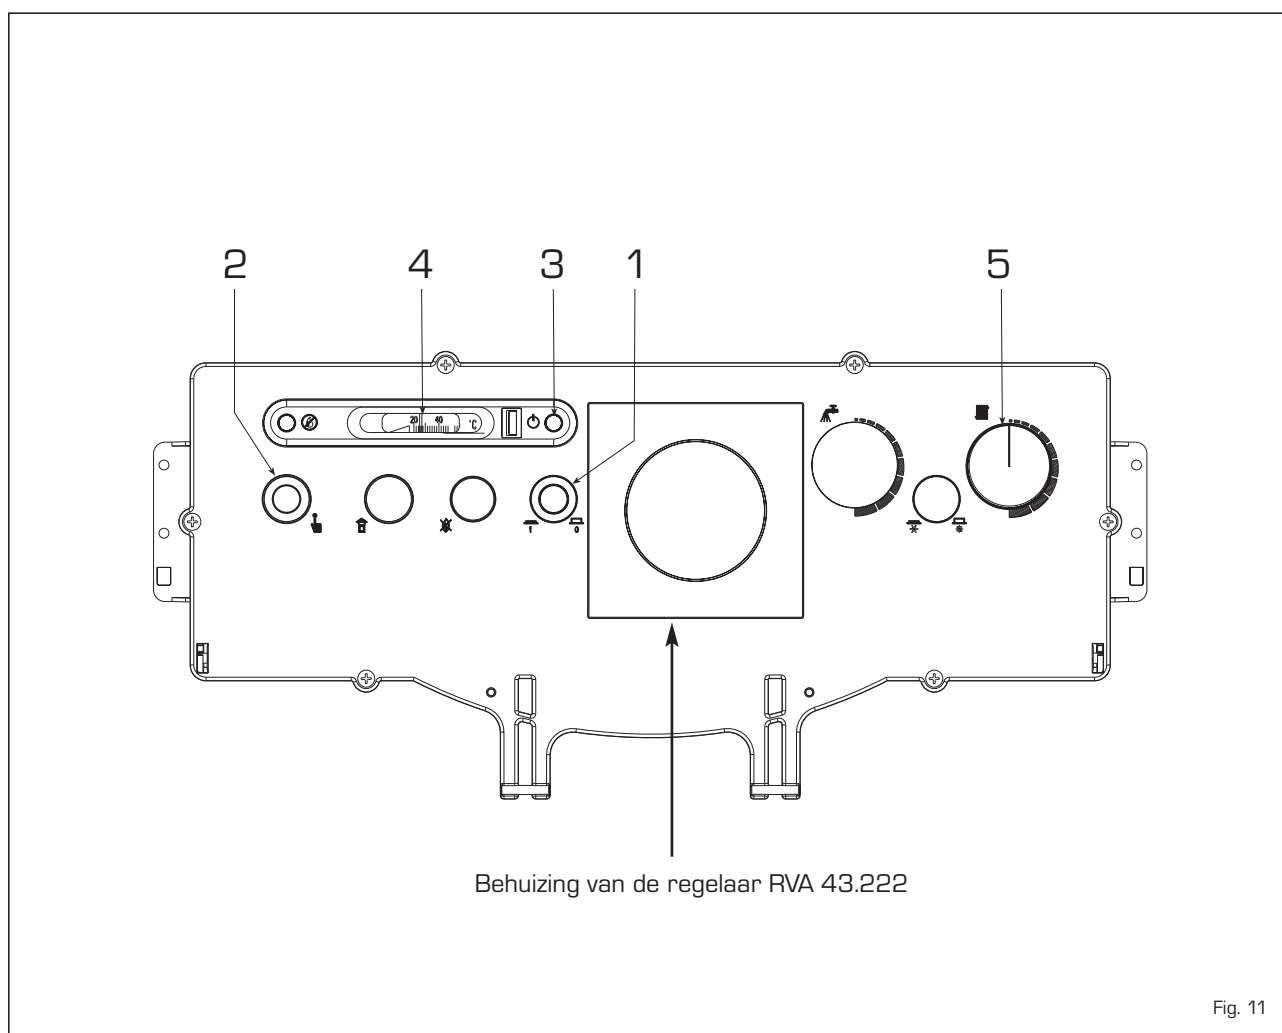

Fig. 11
is van een sonde buitentemperatuur (SE) en een sonde gedompeld in de boiler (SC). De regelaar wordt in plaats van de speciale afdekking in het bedieningspaneel geïnstalleerd (fig. 11).
Ga als volgt te werk om de ketels in werking te stellen (fig. 11):
Om de ketel tijdelijk uit te schakelen moet u de stroom uitschakelen door op de hoofdschakelaar (1 fig. 11) te drukken. Het lange tijd niet gebruiken van de ketel brengt de noodzaak om enkele handelingen te verrichten met zich mee:
De veiligheidsaquastaat met automatische reset die op 100 °C is ingesteld (2 fig. 11) schakelt in waardoor de brander onmiddellijk dooft, indien de temperatuur in de ketel onverhoeds te hoog oploopt. Om de ketel opnieuw in werking te kunnen stellen moet u wachten totdat de